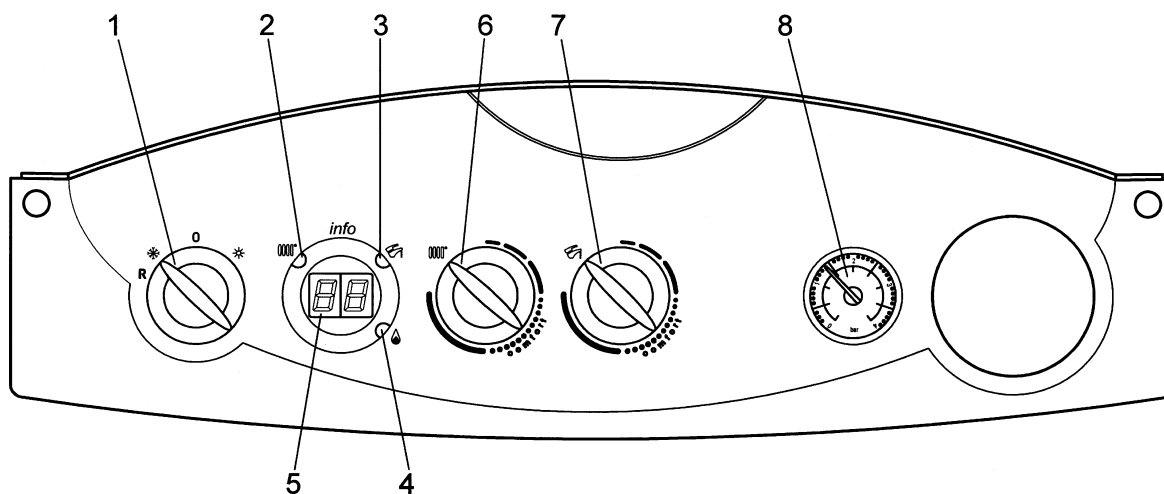

Figure 1
**4. Remplissage de la chaudière** Important: Vérifiez périodiquement que la pression lue sur le manomètre (8 - figure 1) lorsque l'installation est froide soit de 1 - 1,5 bar. En cas de surpression, manœuvrez le robinet de vidange de la chaudière. Si la pression est inférieure, manœuvrez le robinet de remplissage de la chaudière (figure 4a ou 4b).